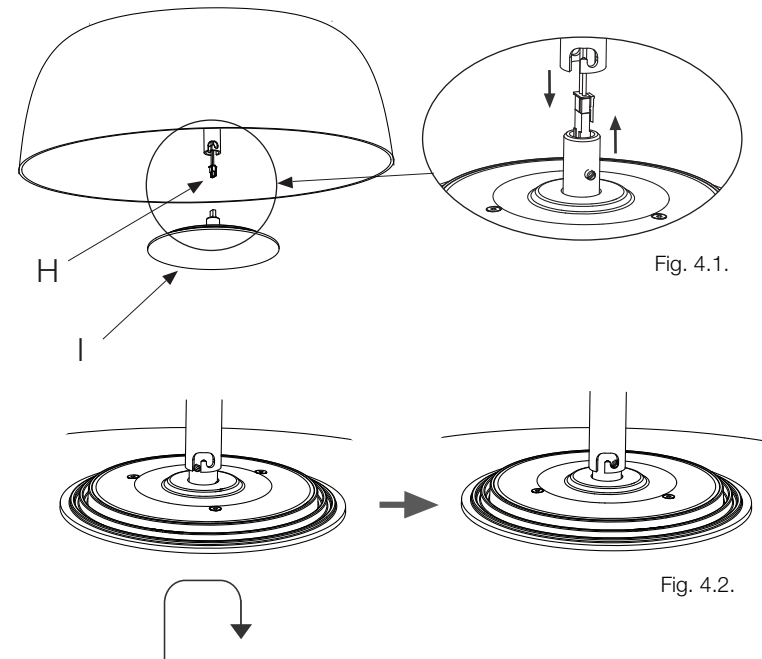

Fig. 4.1.
4. Clipar el conector del grupo eléctrico (H) con el conector del plato de leds (I) como se muestra en la Fig. 4.1. y fijar el plato de leds realizando un giro de bayoneta como se muestra en la Fig.4.2.
4. Clip the connector on the regulator box (H) to the connector on the LED plate (I) as shown in Fig. 4.1, and secure the LED plate by twisting it as shown in Fig. 4.2.
4. Fixez le connecteur du groupe électrique (H) au connecteur de la plaque à LED (I) comme indiqué à la Fig. 4.1. et fixez la plaque à LED avec une rotation à baïonnette comme indiqué à la Fig.4.2.
4. Klemmen Sie den Steckverbinder der Reglerbox (H) mit dem Steckverbinder der LED-Platte (I) wie in Abb. 4.1 gezeigt ein und befestigen Sie die LED-Platte durch eine Bajonettrotation, wie in Abb. 4.2 gezeigt.